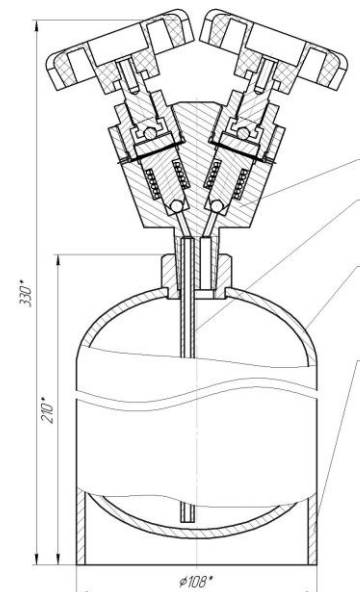

Рис.1 Баллон постоянного давления с сифонным устройством: 1 – баллон постоянного давления; 2 – башмак; 3 – клапан ВС-16Д; 4 – сифонная трубка.
4.1. Баллон постоянного давления с сифонным устройством (Рис. 1) представляет собой сосуд из нержавеющей стали (Поз.1), стойкой к коррозионному воздействию веществ с горловиной для присоединения клапана ВС-16Д (Поз.3) с сифонной трубкой (Поз.4).